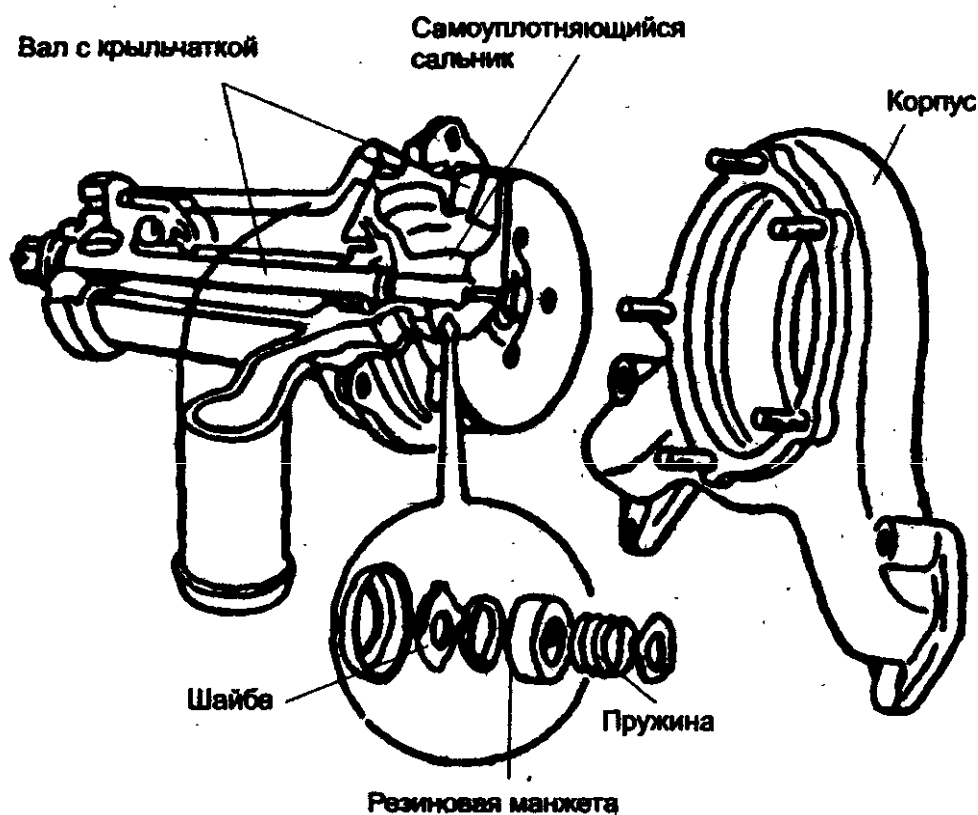

Рис. 71. Водяной насос
**Водяной насос** (рис. 71) обеспечивает принудительную циркуляцию охлаждающей жидкости. Он приводится в действие приводным ремнем от коленчатого вала. Охлаждающая жидкость протекает через радиатор и охлаждается встречным потоком воздуха. Дополнительно охлаждение обеспечивается вентилятором, который включается и выключается терморегулятором. В качестве запасного резервуара для охлаждающей жидкости служит расширительный бачок. Он собирает расширяющуюся от нагревания жидкость и возвращает ее назад в циркуляционную систему после охлаждения двигателя, наполняя систему и хорошо ее охлаждая. Заливку системы охлаждающей жидкостью производят через заливную горловину расширительного бачка. Сливают